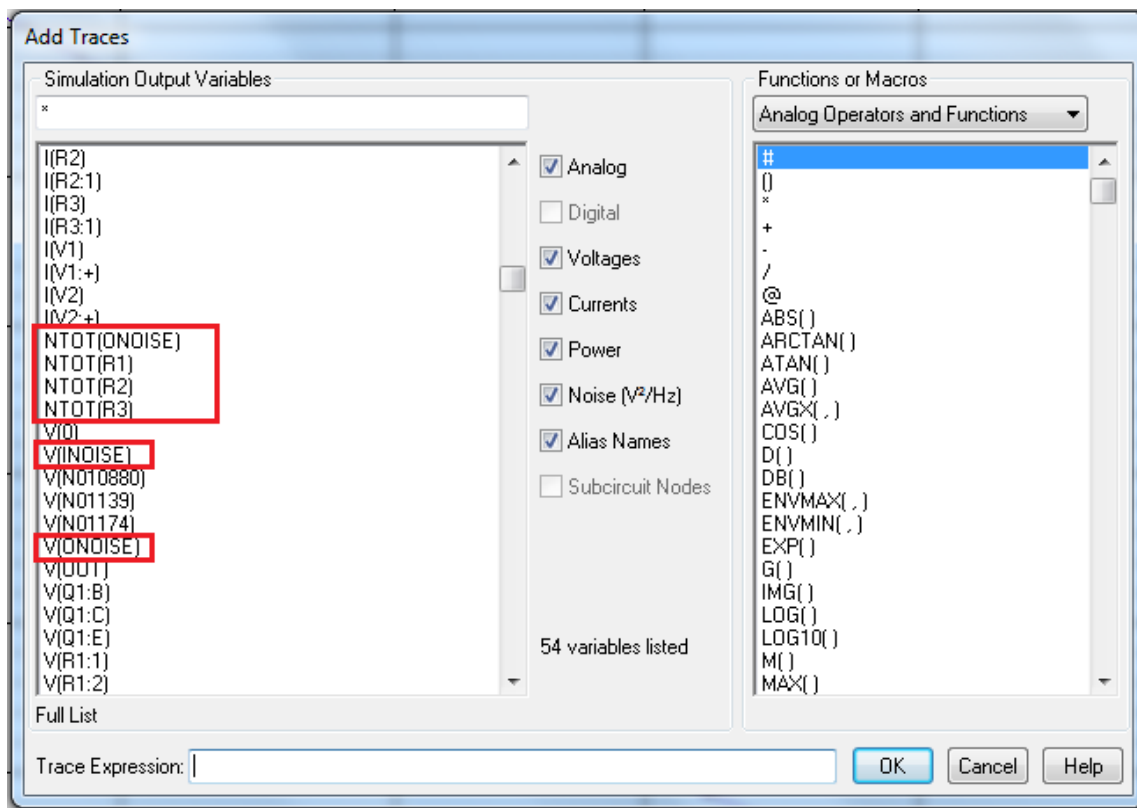

Рис. 13.4. Измеренные составляющие шумов
4. Выполним моделирование и в окне Probe откроем Trace>Add Traces (рис. 13.4). Мы увидим измеренные составляющие шумов, которые можно вывести в виде отдельных графиков или в суммарном виде.